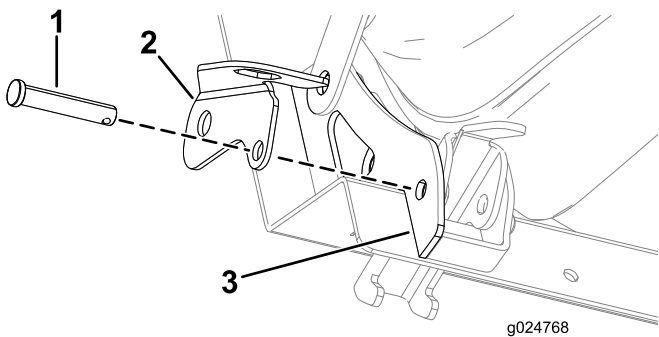

図 56
3. ロックブラケットにクレビスピンを途中まで差し込む 図 56。
4. ロックブラケットとクレビスピンを、外側座席ガセットの穴に合わせる 図 56。